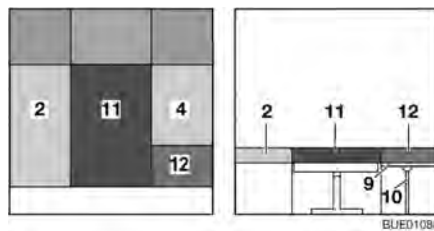

Bild 91 Efter ombyggnaden
- Lägg den extra dynan (Bild 91,11) mellan sittedynorna (Bild 91,2 och 4).
- Placera den extra dynan (Bild 91,12) på sänglådornas förlängning (Bild 91,9).